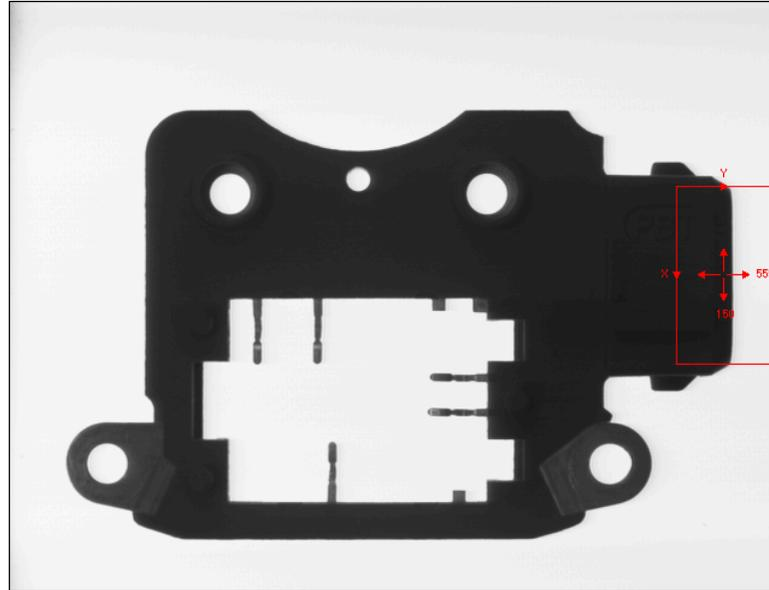

Figure 8-10. Définition d'une région FindLine
5. Positionnez la région de manière à ce que l'axe Y soit perpendiculaire à la transition à localiser, puis validez vos modifications. Un exemple vous est proposé Figure 8-10. Définition d'une région FindLine.